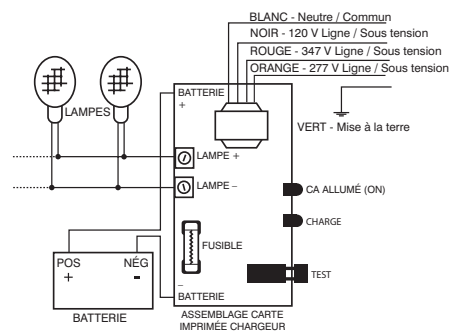

Figure 2
2. Dévisser les vis du couvercle situées sur le dessus et ouvrir l'unité (Figure 2). La plaque sur le côté du couvercle peut alors être soulevée et enlevée.
5. Effectuer les connexions de câblage adéquates entre l'alimentation en C.A. et le transformateur de l'unité, d'après le schéma de câblage fourni (Figure 2). Isoler tout fil électrique non utilisé ! Connecter la mise à la terre au fil de terre vert fourni, conformément aux codes locaux. Regrouper toutes les connexions électriques et les connecteurs. MISE EN GARDE ! Omettre d'isoler un fil non utilisé peut entraîner un risque de choc électrique, une condition non sécuritaire et une défaillance de l'équipement.